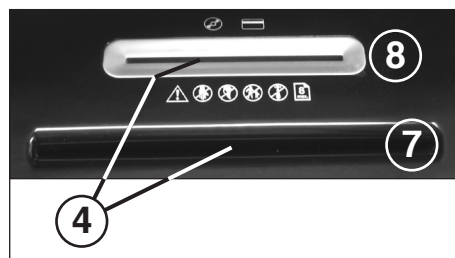

Fig. 2
Tilfør skjæreverket **papir** gjennom innmatingstrakten for papiret (7) (fig. 2).
Tilfør skjæreverket **databærere** (CD, DVD eller kredittkort) enkeltvis gjennom den separat plasserte sikkerhets-innmatingstrakten (8) (fig. 2).